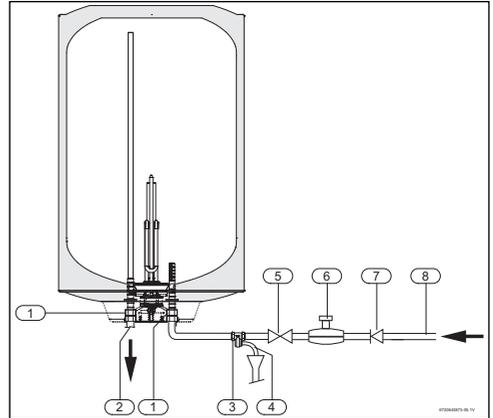

Fig. 8 Toma de agua
Para evitar averías por oscilaciones de presión repentinas en el suministro de agua, se recomienda instalar una válvula antirretorno intercalada en el acumulador (fig. 8, [7]).
- Montar la válvula de seguridad en la conexión de agua fría del acumulador de agua caliente (fig. 8).
Si la presión del agua supera el 80 % de la presión máxima del acumulador de agua caliente, es decir 6,4 bar (0,64 MPa), instale la válvula de reducción de presión (fig. 8). Si la presión del agua en el acumulador de agua caliente rebasa los 6,4 bar (0,64 MPa), se activará la válvula de seguridad. En este caso deberá existir la posibilidad de desviar el agua.